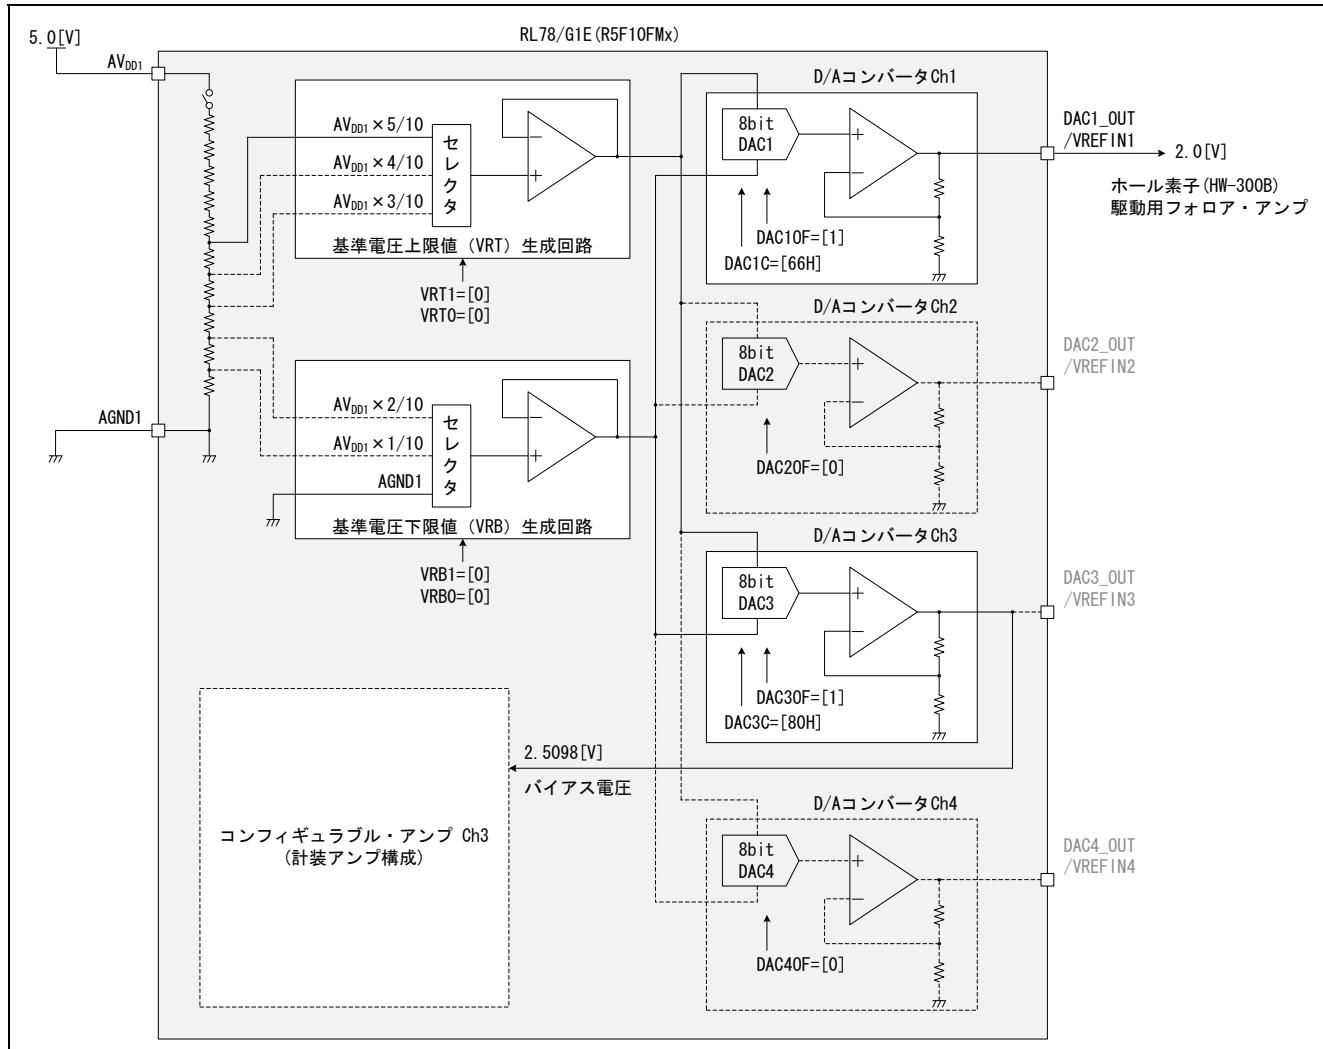

図 6.4 D/A コンバータのブロック図
- D/A コンバータ Ch1 ~ Ch4 のブロック図を図 6.4 に示します。